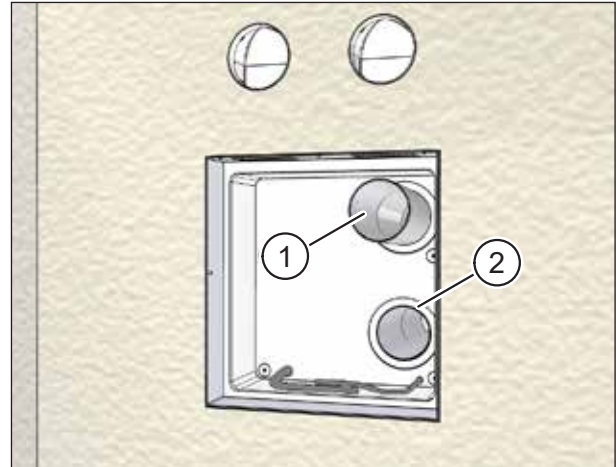

Abb. 68: Lüftungsrohre ablängen
- ▶ Schieben Sie beide Lüftungsrohre (Pos. 1 in Abb. 68) soweit in die Öffnungen des Montagesets ein, dass sie bündig mit der Innenseite des Montagesets abschließen (Pos. 2 in Abb. 68).